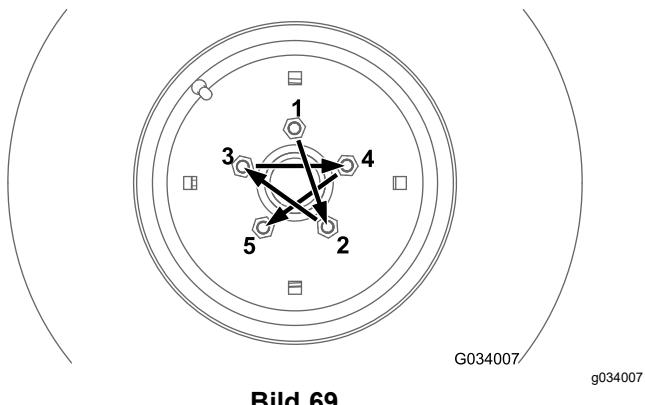
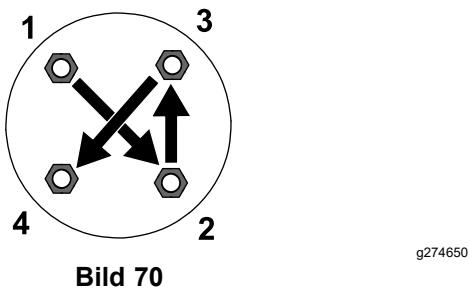

Bild 69
Bild 70
Ziehen Sie die Radmuttern an den Vorder- und Hinterrädern (nur Allradmaschinen) in einem kreuzförmigen Muster, wie in Bild 69 dargestellt, auf das angegebene Drehmoment an. Bild 70
- Vorderräder: siehe Bild 69
- Hinterräder (nur bei Allradmaschinen): siehe Bild 70